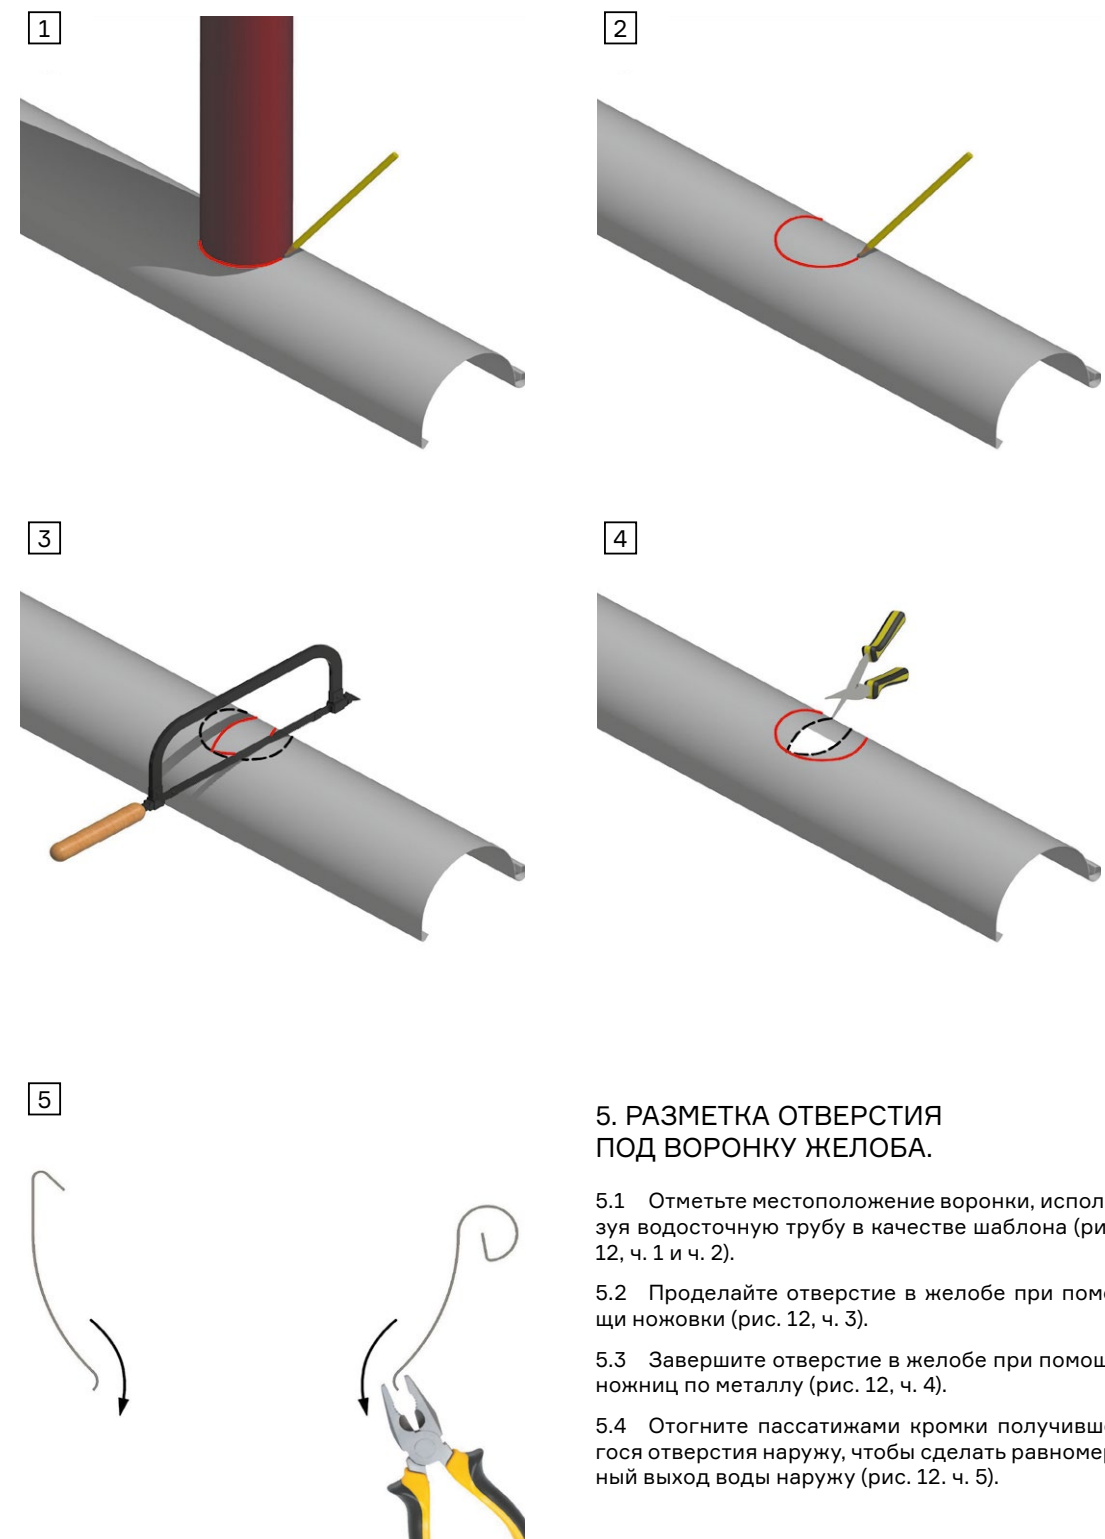

Рис. 12 Разметка отверстия под воронку желоба
- 5.1 Отметьте местоположение воронки, используя водосточную трубу в качестве шаблона (рис. 12, ч. 1 и ч. 2).
- 5.2 Прodelайте отверстие в желобе при помощи ножовки (рис. 12, ч. 3).
- 5.3 Завершите отверстие в желобе при помощи ножниц по металлу (рис. 12, ч. 4).
- 5.4 Отогните пассатижами кромки получившегося отверстия наружу, чтобы сделать равномерный выход воды наружу (рис. 12, ч. 5).